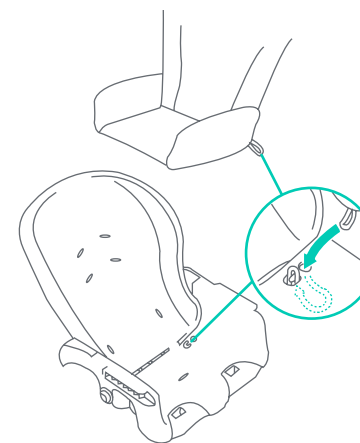

Fig. 22a
- 22) • Enganche la parte inferior de la almohadilla del asiento en la base del asiento con dos lazos elásticos ubicados detrás de la parte inferior de la almohadilla del asiento. Éstos se ajustan a las lengüetas de sujeción ubicadas en la base del asiento cerca de la unión entre el respaldo y la base del asiento (Fig. 22a).